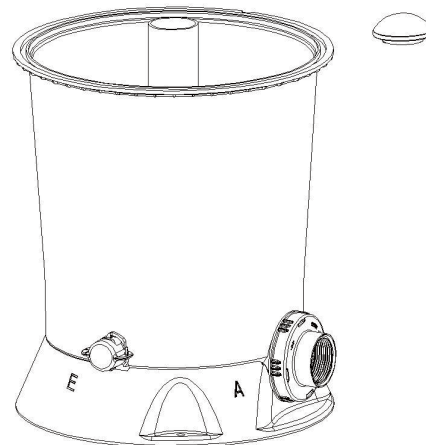

Рис. 8
Снимите колпачок центральной соединительной трубки (8) (Рис. 8)